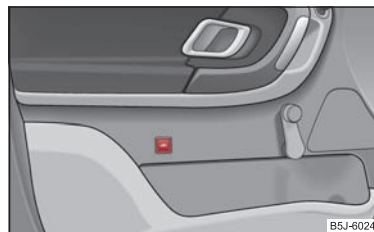

Fig. 32 Touche de surveillance de l'habitacle
- Appuyez sur la touche  dans la portière conducteur $\Rightarrow$ page 43, fig. 32.